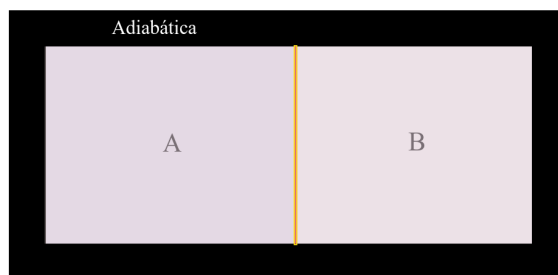

Figura 2: Ejercicio 3
- 3) Un cilindro aislado térmicamente del exterior mediante paredes exteriores adiabáticas está dividido en dos partes y cada una contiene el mismo gas ideal monoatómico ( $c_V = \frac{3}{2}R$  y  $\gamma = \frac{5}{3}$ ). La parte de la izquierda (A en la figura 2) está separada de la parte derecha (B en la figura 2) por un pistón *que inicialmente está trabado con un aislante térmico*. En un determinado momento, se suelta el pistón y se le quita el aislante térmico dejando al sistema que evolucione hasta el equilibrio. **Datos:**  $n_A = 1 \text{ mol}$ ;  $n_B = 2 \text{ mol}$ ;  $R = 0,082 \frac{\text{atm} \cdot \text{L}}{\text{mol}^\circ\text{K}}$ ;  $P_A = 1 \text{ atm}$ ;  $P_B = 0,5 \text{ atm}$ ;  $T_A = 273^\circ\text{K}$ ;  $T_B = 229,45^\circ\text{K}$